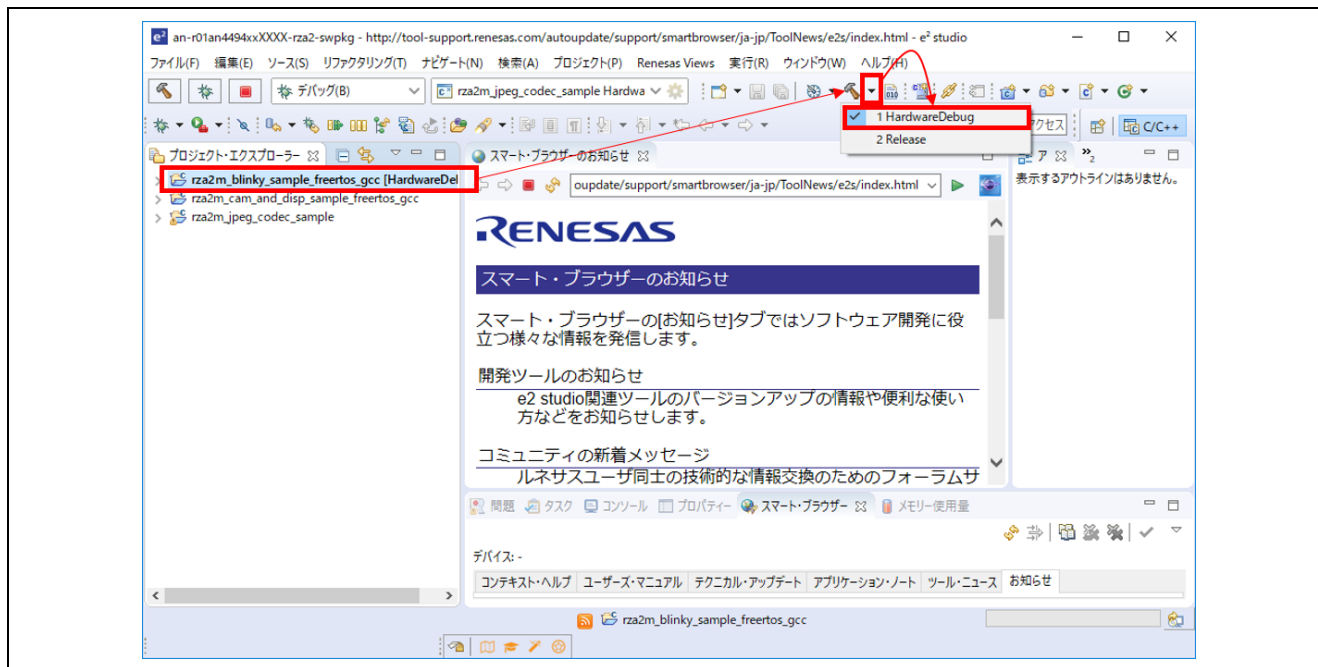

図 3-8 ターゲットプロジェクトのビルド
- ターゲットプロジェクトを選択しビルドボタン(トンカチアイコン)の横にある矢印をクリックし、ドロップダウンメニューから"Hardware Debug"を選択するとビルドが開始されます(図 3-8)。次回からは、ビルドボタン(トンカチアイコン)でビルドが可能になります。